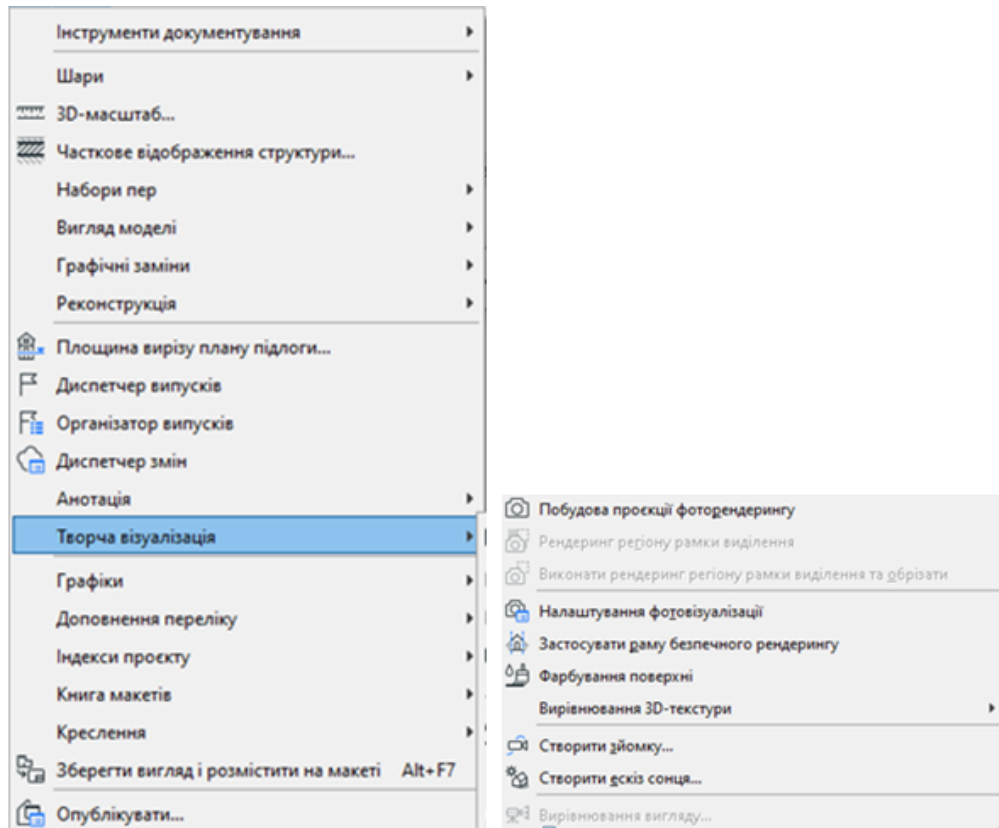

Рисунок 5.3 – Панель Творчої візуалізації
- Користуючись командою **Документ > Візуалізація > Почати Візуалізацію** (рис.5.3)